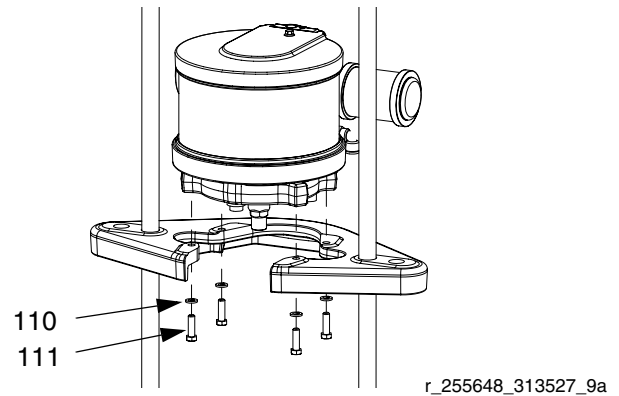

FIG. 24: NXT 200-1800 con plato seguidor de 55 galones
- b. Para NXT 200.1800 con plato seguidor de 55 galones (unidades de alimentación D200 de 3 pulg. y D200s de 6,5 pulg.): Retire los tornillos (111) y arandelas (110) que fijan el motor a la placa de apoyo. Vea FIG. 24.
2. *Para NXT200-1800:* Una el motor a la abrazadera de montaje con tornillos (111) y arandelas (110). Vea FIG. 24 en la página 26.
- b. Conecte la manguera de aire al motor. Si utiliza un DataTrak remoto, conecte las conexiones eléctricas al motor neumático. Vea FIG. 24 en la página 26.
3. Conecte la manguera de aire al motor. Si utiliza un DataTrak remoto, conecte las conexiones eléctricas al motor neumático. Vea FIG. 24 en la página 26.